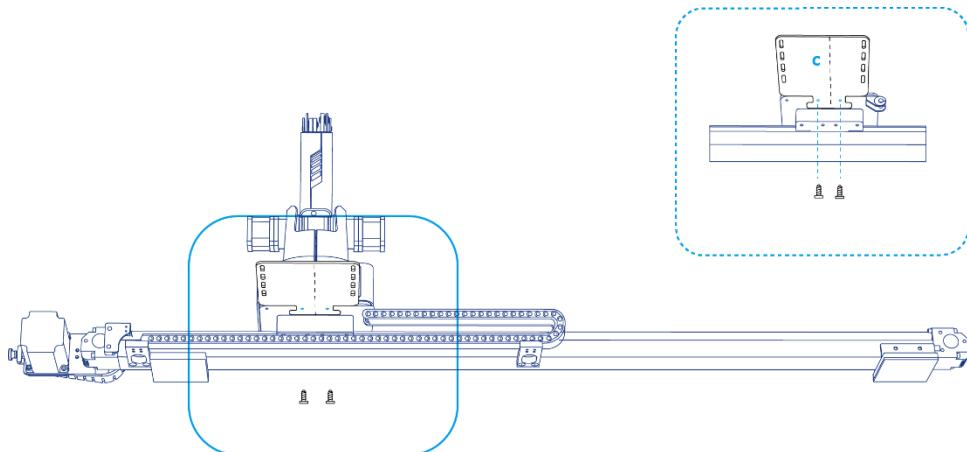

图 5.189 固定固定板 c
1. 采用两颗M3*8杯头内六角螺丝将固定板c固定在固定板a，如图 5.189所